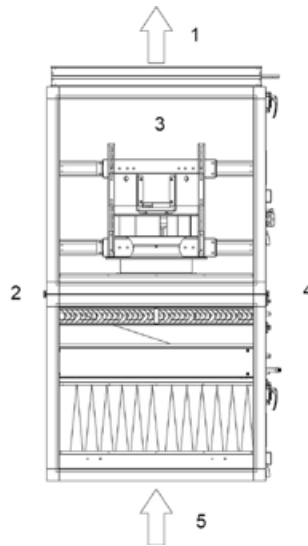

Abbildung 7.4.2.1 Wartungs-Seite der Einheit.
1. Die Wartungs-Seite ist mit Blick von oben nach unten entsprechend der Hauptlufttrichtung gekennzeichnet (*Abbildung 7.4.2.1*). Der Hauptluftstrom für die Zuluft- und Wärmerückgewinnungsgeräte ist ein Zuluftstrom und der Hauptluftstrom für die Abluftgeräte ist ein Abluftstrom. Bei RLTGeräten mit Wärmerückgewinnung ist die Wartungsseite für Zu- und Abluftmodule getrennt gekennzeichnet.